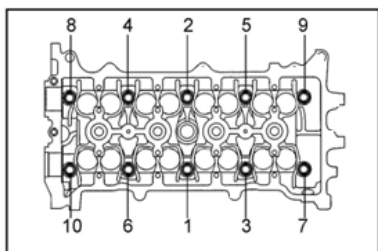

Рисунок II-174
3) Заверните 10 болтов с цилиндрической головкой в порядке, указанном на рисунке. (см. Рисунок II-174)